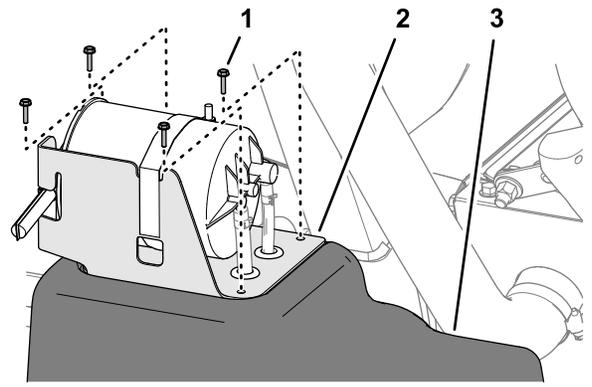

图 92
5. 将碳罐支架上的孔与油箱中的孔对齐 图 92。
6. 使用 4 个螺丝#10 x 3/4 英寸将支架安装到油箱上 图 92。